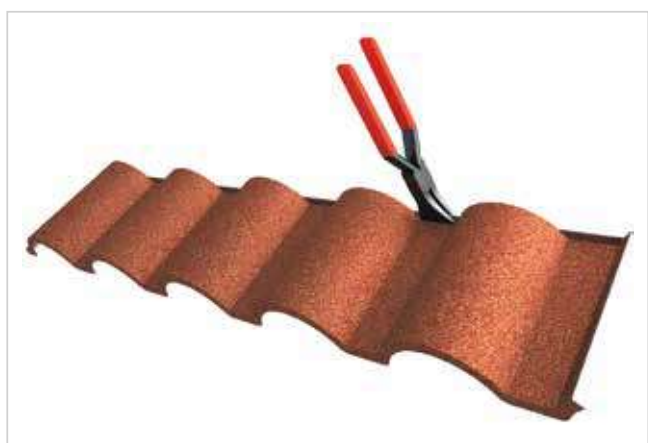

Рисунок 21
5.5.5 Края неполноразмерных панелей модели Роман подгибаются после резки и только в нижней части профиля (Рисунок 21).